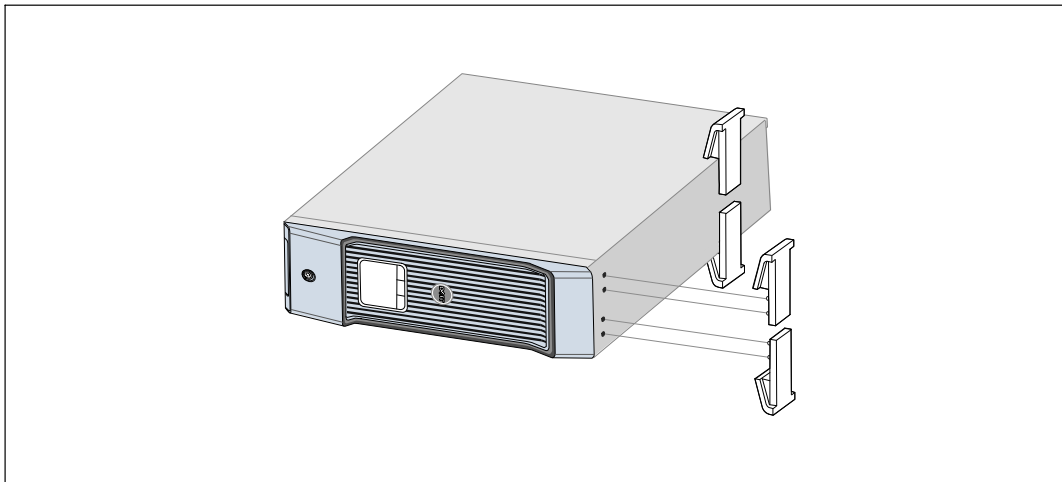

Рис. 24. Установка подставок
- Поместите корпус горизонтально, чтобы обеспечить доступ к его правому концу (см. Рис. 24).